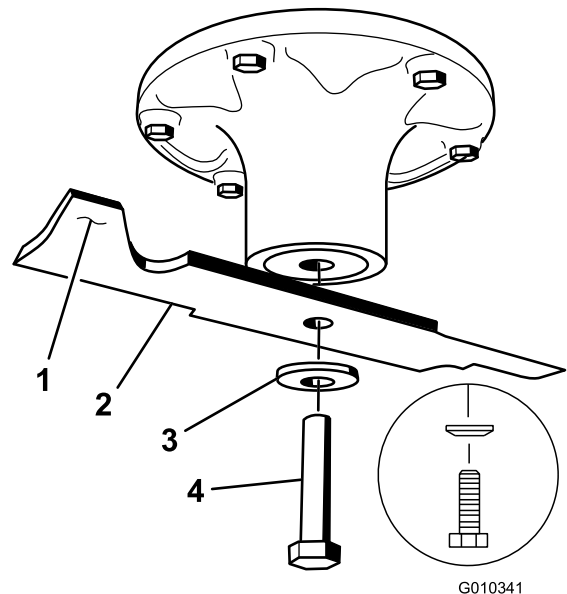
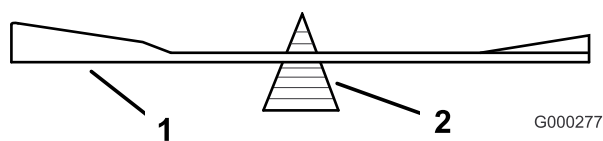

Figura 66
Figura 68
Segure na extremidade da lâmina, utilizando um trapo ou uma luva grossa. Retire a cavilha da lâmina, a anilha curva, e a lâmina do eixo (Figura 66).
2. Verifique o equilíbrio da lâmina colocando-a num equilibrador de lâminas (Figura 68). Se a lâmina ficar na horizontal é porque está equilibrada e pode ser utilizada. Se a lâmina não estiver equilibrada, lime algum metal da extremidade da aba apenas (Figura 66). Repita este procedimento até a lâmina estar equilibrada.
1. Instale a lâmina no veio (Figura 66).
2. Instale o disco de mola e o parafuso da lâmina. O cone do disco de mola deve ser montado virado para a cabeça do parafuso (Figura 66). Aperte o parafuso da lâmina com 135–150 Nm.